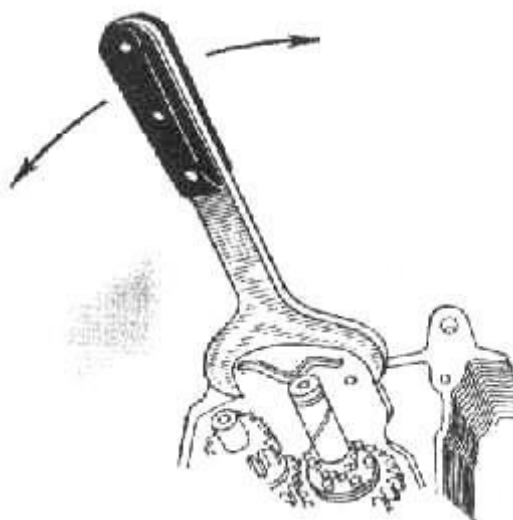

Рис. 94. Проверка работы коробки передач при помощи специального ключа
10. Последовательно включая при помощи специального ключа (рис. 94) все передачи, проверить действие механизма переключения передач и шестерен коробки передач.